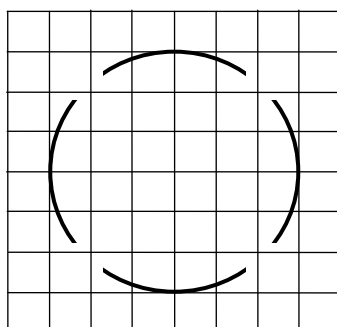

Рис. 11.
25. Определить частоту f исследуемого сигнала генератора, напряжением которого осуществляется круговая развертка. Напряжение генератора с образцовой частотой $f_0 = 1000 \text{ Гц}$ подано на модулятор яркости ЭЛТ. Осциллограмма, полученная на экране ЭЛТ, представлена на рис. 11.